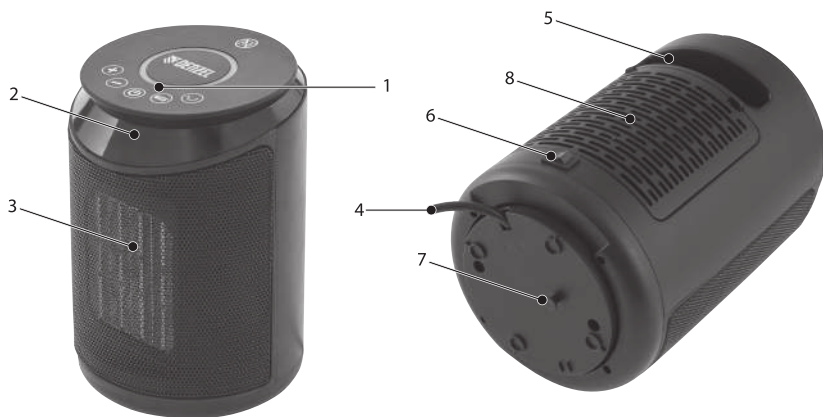

Рис. 1
2. Переверните выключатель  в положение I (рис. 1).
5. С помощью кнопок 5 и 6 выберите необходимую температуру, отображаемую на дисплее 2 (рис. 1).
3. Переведите выключатель в положение **О** (рис. 1).